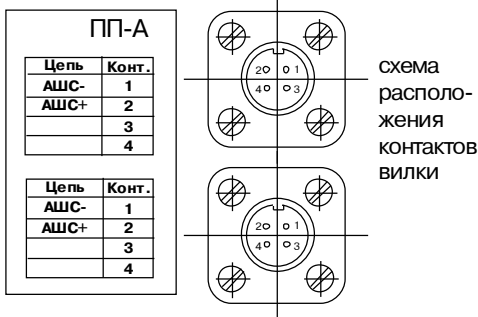

Рисунок 53
Присоедините концы проводящих проводов к розетке согласно схеме подключения (рисунок 53).
- подключите извещатель через розетку и вилку согласно схеме подключения (рисунок 53) к адресному шлейфу сигнализации;